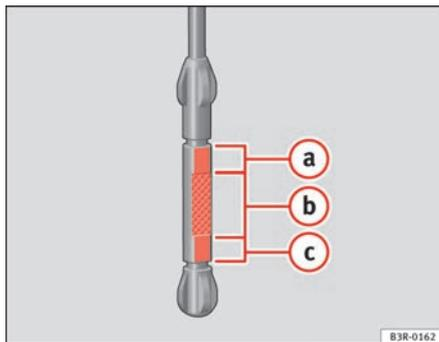

Fig. 173 Zonas marcadas en la varilla de medición de aceite
- A continuación, vuelva a extraerla y compruebe el nivel de aceite ⇒ página 237, fig. 173. En caso necesario, reponga aceite del motor ⇒ página 237.